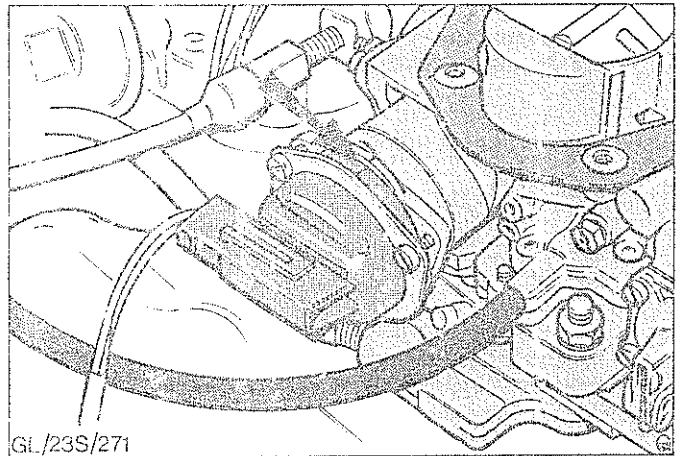

Abb.40 Strichmarkierungen zum Ausrichten des Startautomatikgehäuses
- 7. Abschirmscheibe einsetzen, Thermofedergehäuse komplett ansetzen und Thermofeder auf den Stift am Mitnehmerhebel einhängen. Drei Befestigungsschrauben lose eindrehen, Strichmarkierungen zur Deckung bringen und Gehäuse-Schrauben festziehen, Abb.40.